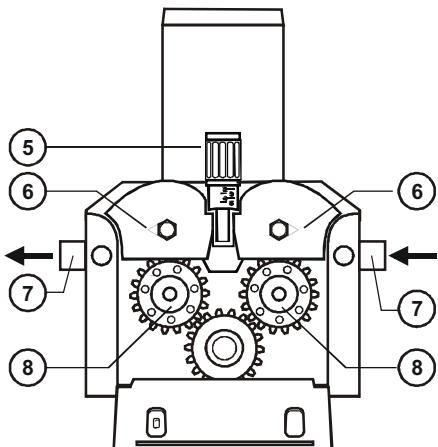

Fig.8 - Moteur 4 galets 50W
- Faire avancer manuellement le fil quelques centimètres, à travers la guide de fil (7-fig.8&9), les galets (8-fig.8&9) et la torche.
- Vérifier que la rainure du galet (8-fig.8&9) et le tube de contact de la torche (9-fig.8&9) correspondent au diamètre de fil. Fermer les dispositifs de traction (6-fig.8&9).
- 1 - Pression des galets sur le fil (5-fig.8&9) en évitant son écrasement.